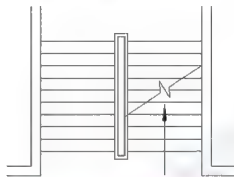

图 2.126 绘制出箭头端部
(7) 在指定下一点或 [圆弧(A)/闭合(C)/半宽(H)/长度(L)/放弃(U)/宽度(W)]: 提示下, 将光标垂直向上拖动, 输入 “400” 后按 Enter 键, 表示垂直向上绘制长度为 400mm 的多段线。
上面通过 (4) ~ (7) 步绘制了一条起点宽度为 80mm、端点宽度为 0mm、长度为 400mm 的多段线, 即上行箭头的端部, 结果如图 2.126 所示。